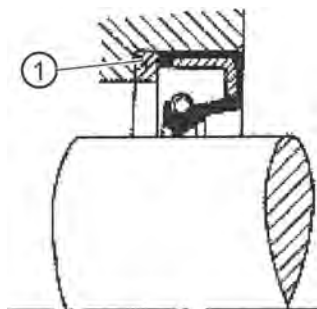

Figura 12: Montaggio di un anello distanziatore tra fondo del foro e anello di tenuta albero radiale
- Montaggio di un anello distanziatore tra fondo del foro e anello di tenuta albero radiale (vedere figura 12).